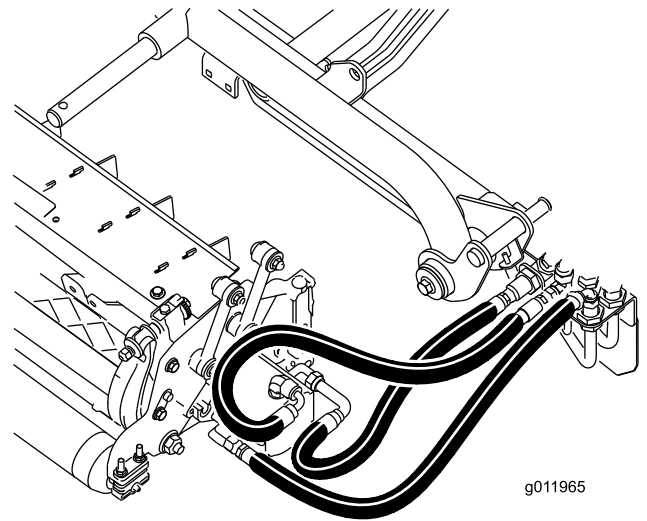

Figure 22
**Important:** Assurez-vous que les flexibles ne sont pas tordus ou pliés à angle droit, et que les flexibles de l'unité de coupe arrière sont acheminés comme montré à la Figure 22. Levez les unités de coupe et déplacez-les vers à gauche (modèle 03171). Les flexibles de l'unité de coupe arrière ne doivent pas toucher le support du câble de traction. Repositionnez les raccords et/ou les flexibles si nécessaire.